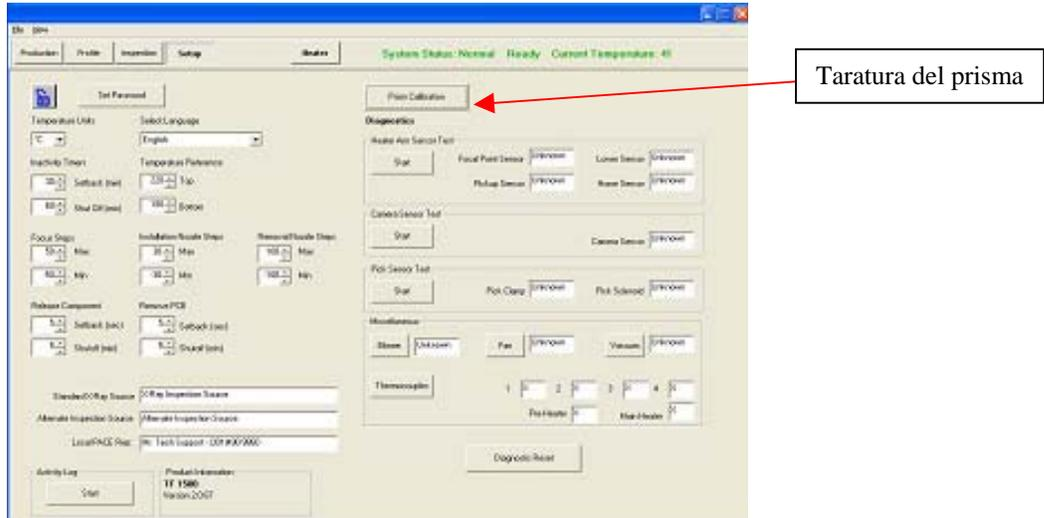

Figura 9
1. Seleziona la schermata di installazione. (Figura 9)